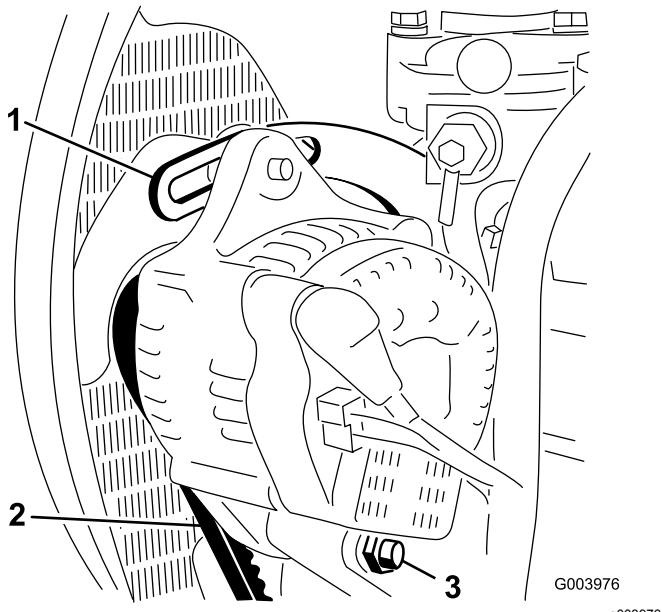

Bild 63
2. Prüfen Sie die Spannung des Lichtmaschinen-riemens, indem Sie eine Kraft von 10 kg in der Mitte zwischen der Lichtmaschine und den Riemscheiben der Kurbelwelle ansetzen (Bild 63).
3. Lockern Sie die Schraube, mit der die Strebe am Motor befestigt ist (Bild 63) sowie die Schraube, mit der die Lichtmaschine an der Strebe und der Drehschraube befestigt ist.